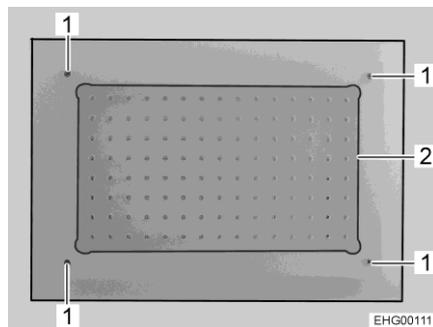

Fig. 293 Plafonnier
- Dévisser les 4 vis (Fig. 293,1).
- Retirer la plaque en verre (Fig. 293,2) sur laquelle des DEL sont fixées.
- Mettre la nouvelle plaque en verre avec les DEL en place et la fixer avec 4 vis (Fig. 293,1).